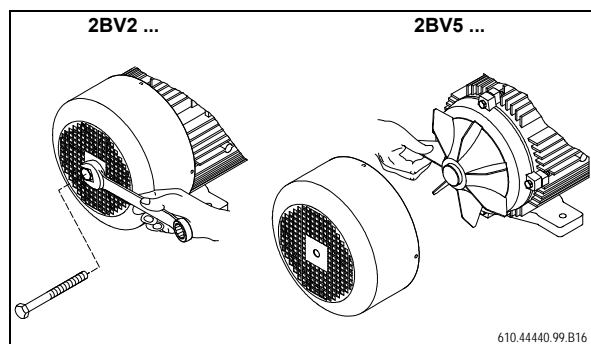

Fig. 13: Girar el eje
- Mientras se hace esto, girar de vez en cuando el eje en la dirección de giro (Fig. 13, página 24).